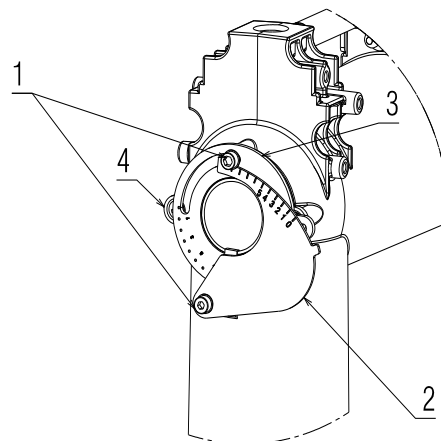

Fig. 21
- aflojar los tornillos 1) y girar la tuerca 3) hasta que coincida la muesca hallada con el índice 4)(Fig. 21).
- bloquear los 2 tornillos 1)(Fig. 21).